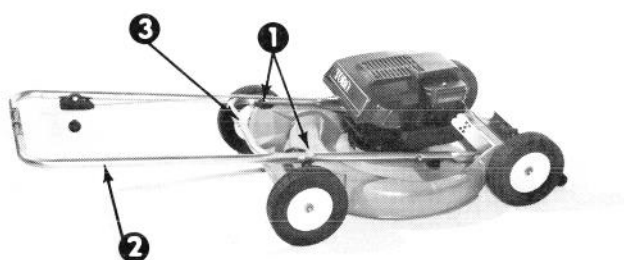

Figure 1
1. Desserrez les boulons du guidon et faites pivoter la section supérieure vers l'avant pour former une seule unité avec la section inférieure (Fig. 1), en ayant soin de ne pas endommager accidentellement